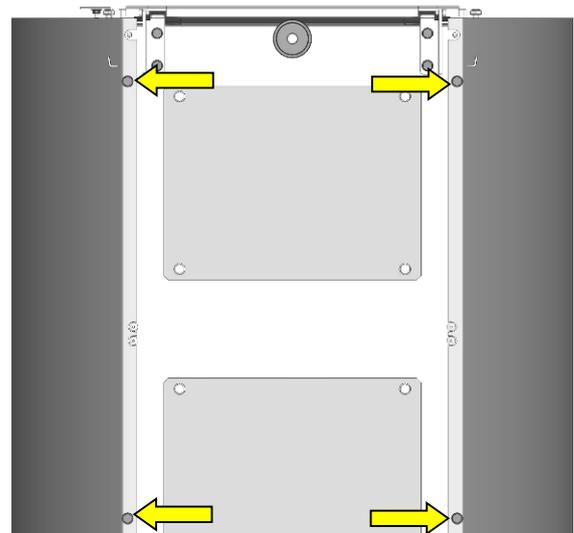

Abb. 15: Herausdrehen Schrauben Rückseite
3. Auf der Rückseite sechs Schrauben lösen (siehe Abb. 15 und Abb. 16).